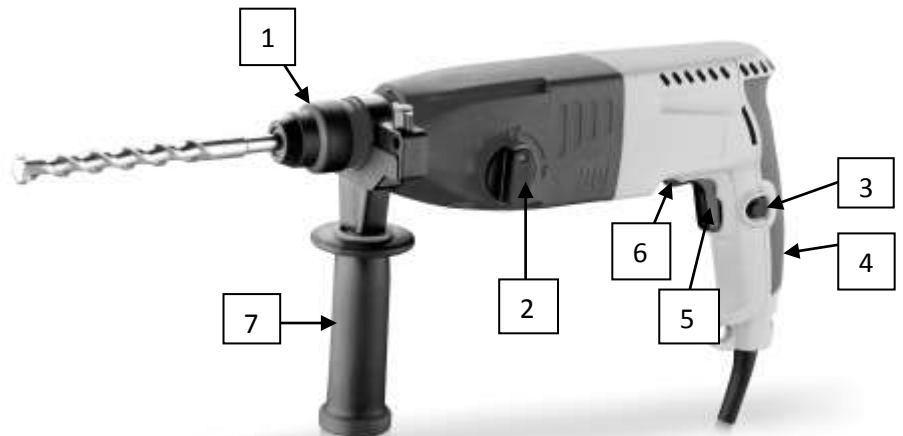

Рис. 1
Настоятельно рекомендуется использовать дополнительную (боковую) рукоятку (7)(См. Рис.1) во время работы. Точный контроль над инструментом значительно повышает безопасность и удобство работы.
Установите боковую рукоятку (7)(См. Рис.1) на ствол перфоратора.
**Чтобы включить перфоратор**, нажмите на клавишу выключателя (5)(См. Рис.1).
Кнопка фиксации пуска (3)(См. Рис.1) позволяет поддерживать максимальную скорость вращения без необходимости постоянного нажатия на клавишу пускового выключателя (5)(См. Рис.1).
При нажатой пусковой клавише (5) нажмите кнопку фиксации (3)(См. Рис.1).
Чтобы снять блокировку и выключить перфоратор, достаточно еще раз нажать на клавишу пускового выключателя (5)(См. Рис.1).
Вы можете установить необходимое направление вращения патрона с помощью переключателя реверса (6)(См. Рис.1).
Используя рукоятку переключателя режимов работы (2)(См. Рис.1) можно установить несколько режимов работы перфоратора: